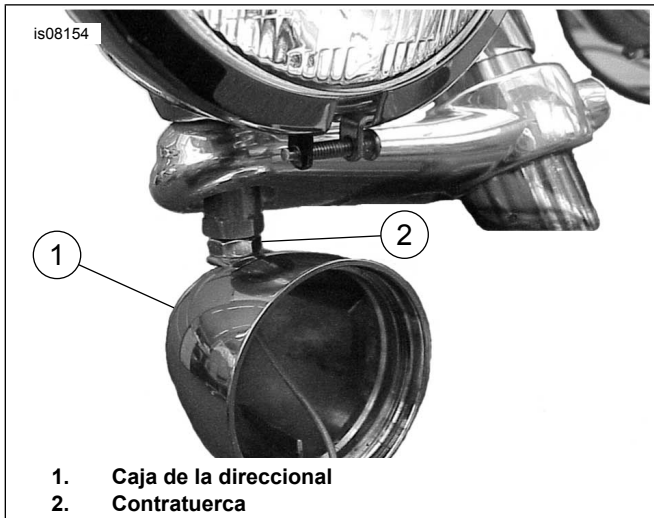

Figura 10. Instalación de la direccional
10. Vea Figura 10. Enrosque la direccional en la tuerca de retención hasta que esté apretada, luego aflójela una cantidad mínima para permitir la alineación hacia adelante de las cajas de las luces. Apriete la contratuerca contra la caja de la direccional para bloquearla en su posición.